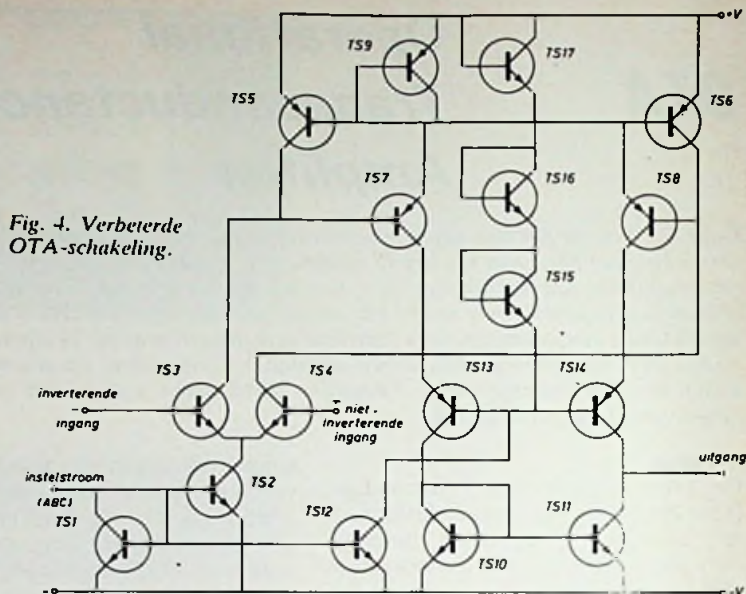

Fig. 4. Verbeterde OTA-schakeling.
Wordt een transistor zoals in een cascodeschakeling met emittersturing of in gemeenschappelijke basisschakeling gebruikt, dan is de waarde van β als gehanteerd in vergelijking (1) en (2), gelijk aan één. Wordt een transistor als uitgang van een stroomspiegel gebruikt (in fig. 1 vormen TS10 en TS11 een stroomspiegel), dan is de waarde van β als gebruikt in vergelijking (1) en (2) gelijk aan twee (de versterking van de stroomspiegel wordt hierbij gelijk aan één verondersteld). Bij een nadere beschouwing van fig. 1 blijkt dat TS7 en TS8 de voedingspanningonderdrukkingsverhouding en de uitgangsimpedantie van de OTA teniet doen. Een voor de hand liggende verbetering wordt bereikt door beide transistoren als cascodetrappen te schakelen volgens fig. 4 (CA 3060). De transistoren TS13 en TS14 vervullen dan de stuurfunctie welke daarvoor door TS7 en TS8 werd verzorgd. Omdat TS13 en TS14 in gemeenschappelijke-basisschakeling worden gebruikt, wordt de uitgangsimpedantie met een factor β_p verbeterd. Een soortgelijke verbetering wordt ook in de voedingspanningonderdrukking en in de uitgangsimpedantie van de OTA bereikt. De transistoren TS15, TS16 en TS17 leveren de instelspanning voor de bases van TS13 en TS14; transistor TS12 levert de stroom welke de instelspanning verzorgt.